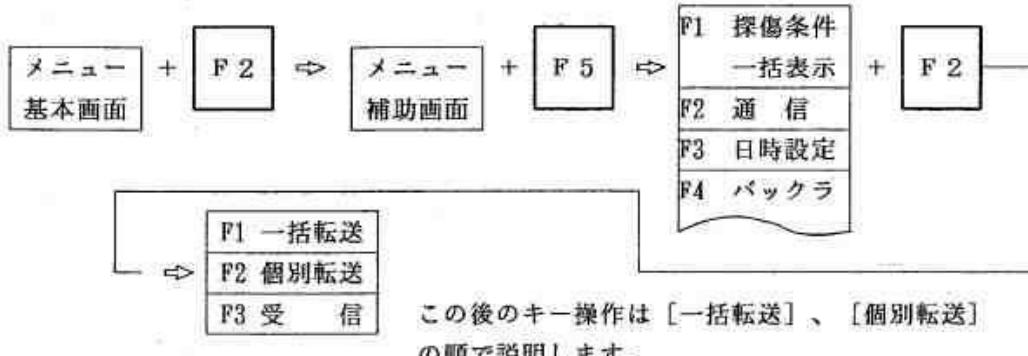

図 6.2.9 通信機能を呼び出すフロー
#### 【探傷条件／探傷データを計算機に転送する場合の手順】（図 6.2.9 参照）
- ① 選択キー [F 2] を 1 回押すと、メニューエリアにメニュー補助画面が表示されます。
- ② 選択キー [F 5] を 1 回押すと、メニューエリアに図 6.2.9 に示す選択メニューが表示されます。
- ③ 選択キー [F 2] を 1 回押すと、メニューエリアに図 6.2.9 に示す選択メニューが表示されます。